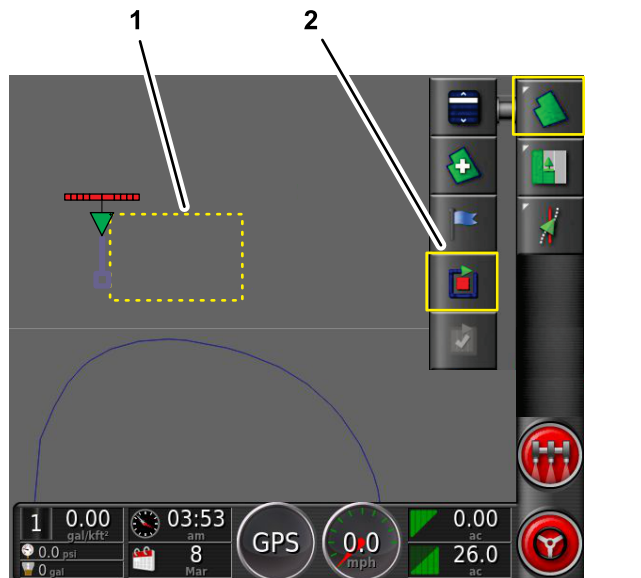

Рисунок 46
1. Совместите наружную среднюю часть левого переднего колеса с первой точкой границы поля, все стороны которого прямые, и остановите машину (Рисунок 46).